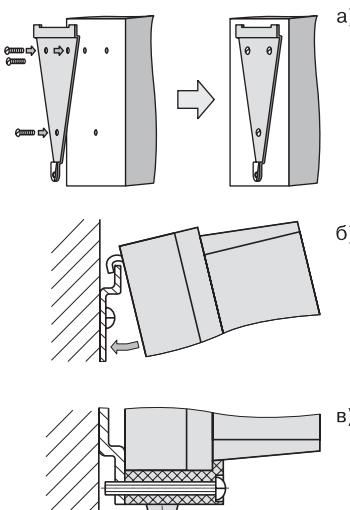

Рис. 14. Установка прибора настенного крепления
1. Закрепите кронштейн тремя винтами M4 на поверхности, предназначенной для установки прибора (см. прил. А и рис. 14, а).
2. Зацепите крепежный уголок на задней стенке прибора за верхнюю кромку кронштейна (рис. 14, б).
3. Прикрепите прибор к кронштейну винтом M4x35 из комплекта поставки (рис. 14, в).